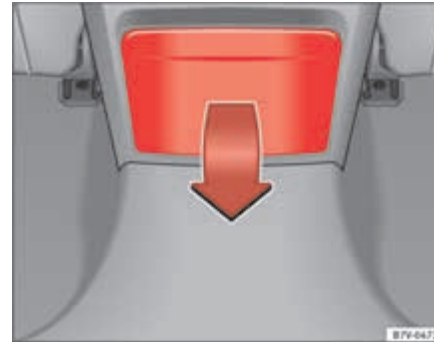

Abb. 116 In der Mittelkonsole hinten: Getränkehalter ausklappen.
- Zum *Öffnen* Getränkehalter in Pfeilrichtung ⇒ Abb. 116 nach unten klappen.